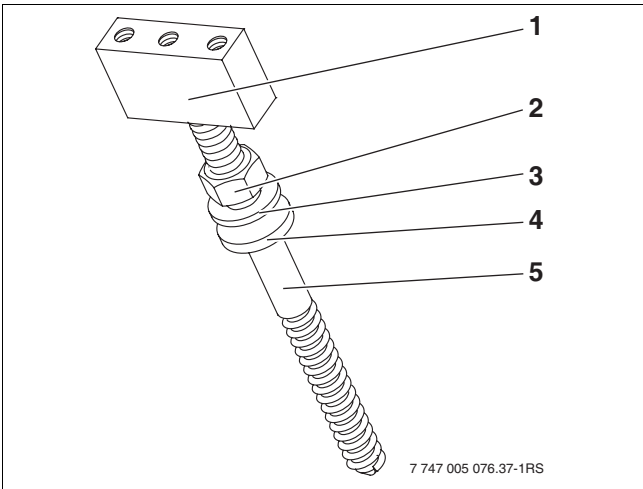
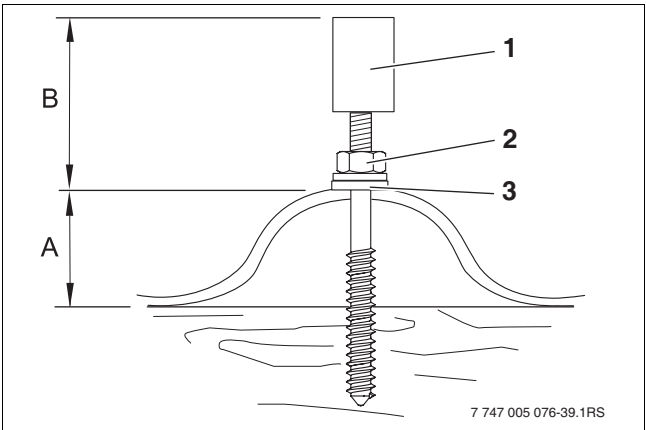

Fig. 37 Orden de montaje de los pernos de doble rosca
Fig. 38 Perno de doble rosca montado
- Al montar los pernos de doble rosca debe observarse el orden de cada una de las piezas (→ Fig. 37).
- ▶ Enroscar el caballete de soport (Fig. 37, (1)) hasta el tope en el perno de doble rosca (Fig. 37, (5)).
Al apretar los pernos de doble rosca debe observarse que las distancias (→ tab. 11, Fig. 38) sean iguales en todos los pernos.
- ▶ Apretar la tuerca (Fig. 37, (2)) hasta que el disco de obturación (Fig. 38, (3)) esté en contacto con el tejado por completo.